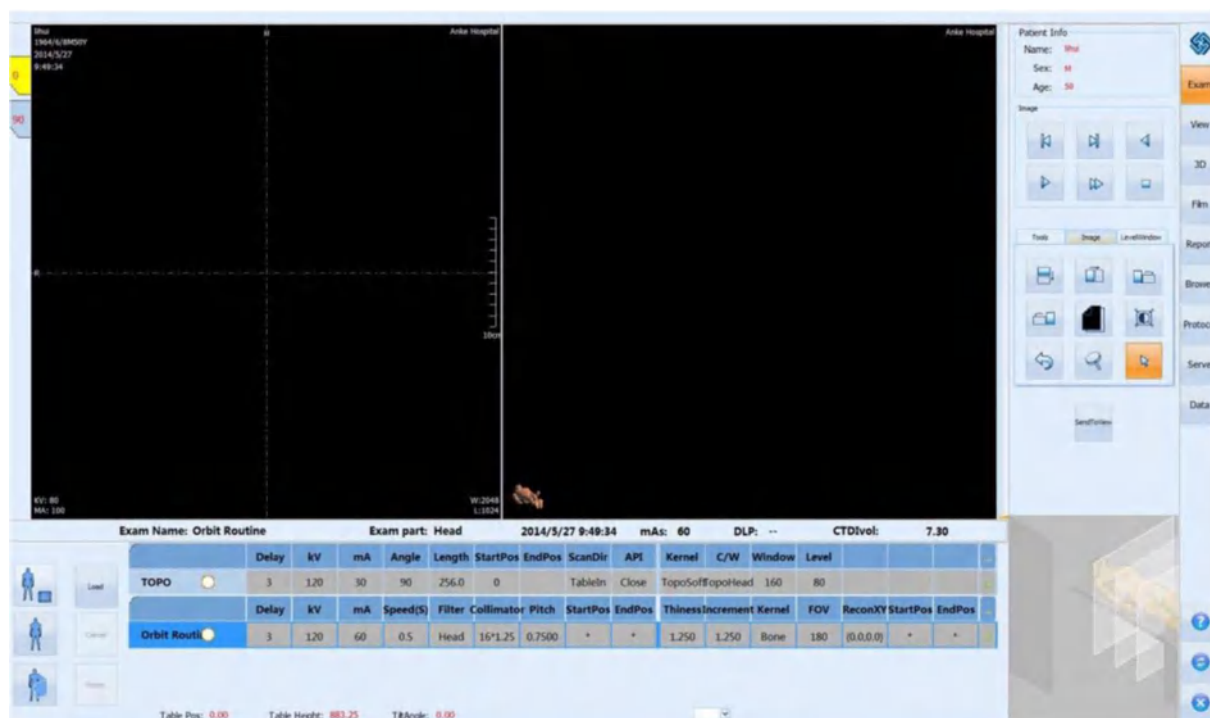

Рисунок 6-4 Интерфейс скаут сканирования
1. После того, как параметры сканирования были заданы или изменены, щелкните <Загрузка> <Load> (см. рис. 6-4), чтобы запустить программу сканера.